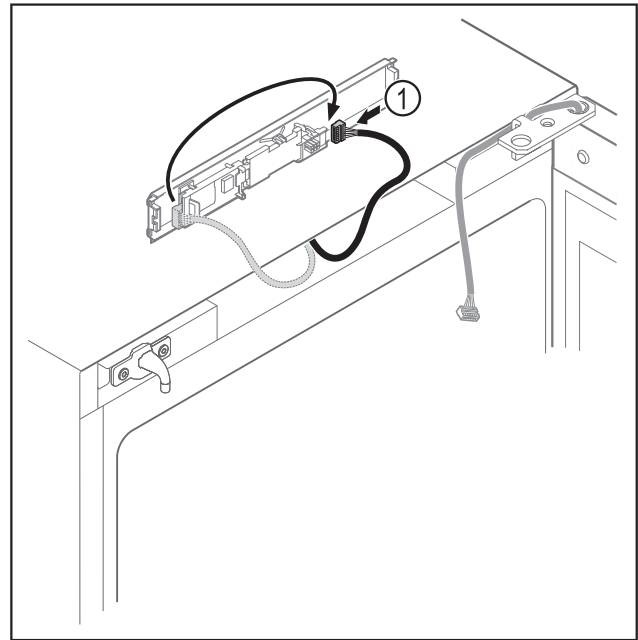

Fig. 14
- Aseta pistoke Fig. 14 (1) levyyn toiseen kohtaan.